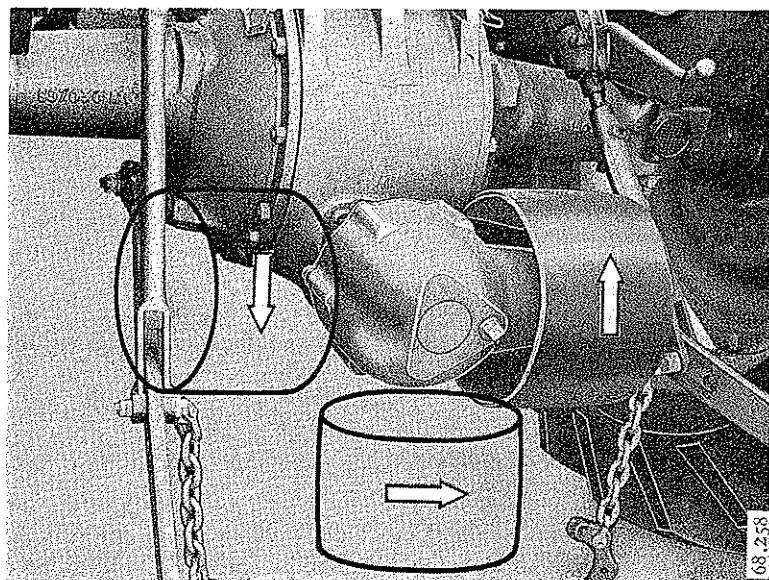

Fig. 69
- Monter la poulie à l'une des trois positions illustrées figure 69 et la fixer avec les quatre écrous.